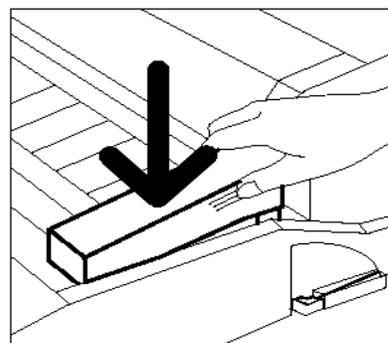

Figura 40: Instalación del cartucho de aceite del fusor
- 10** Alinee el cartucho en la posición correcta del módulo del recorrido del papel. Presione hasta fijarlo en su sitio correspondiente, tal y como ilustra la Figura 40.